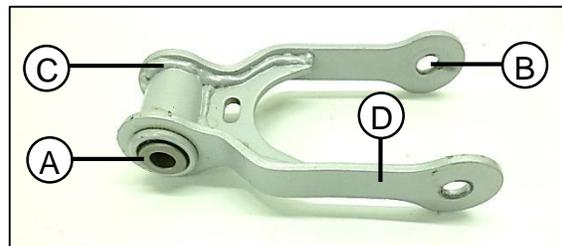

Fig. 03
Inspeccione la soldadura (C) que este en buen estado sin grietas, buen recubrimiento de pintura y oxido. **Fig. 03**